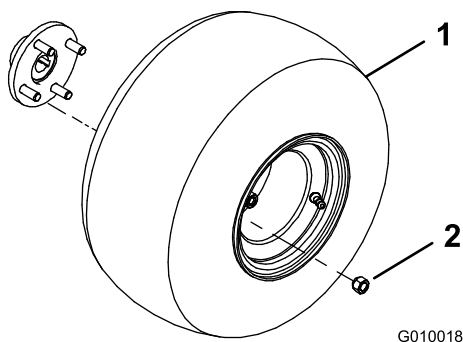

Figura 3
2. Monte un conjunto de rueda en el cubo de cada rueda trasera (Figura 3).
3. Instale las tuercas de las ruedas (Figura 3) y apriételas a 61–75 Nm.